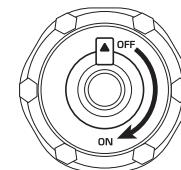

Abb. 3
- Lassen Sie den Generator nach dem Stoppen vollständig abkühlen und schließen Sie die Entlüftungsöffnung am Tankdeckel (auf „OFF“ stellen, wie in Abb. 3